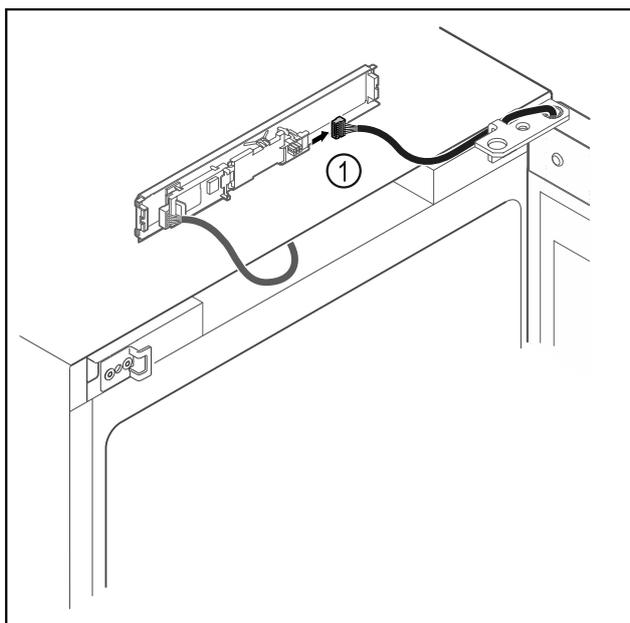

Fig. 16
- ▶ Desconecte el conector Fig. 16 (1) de la placa de circuitos.